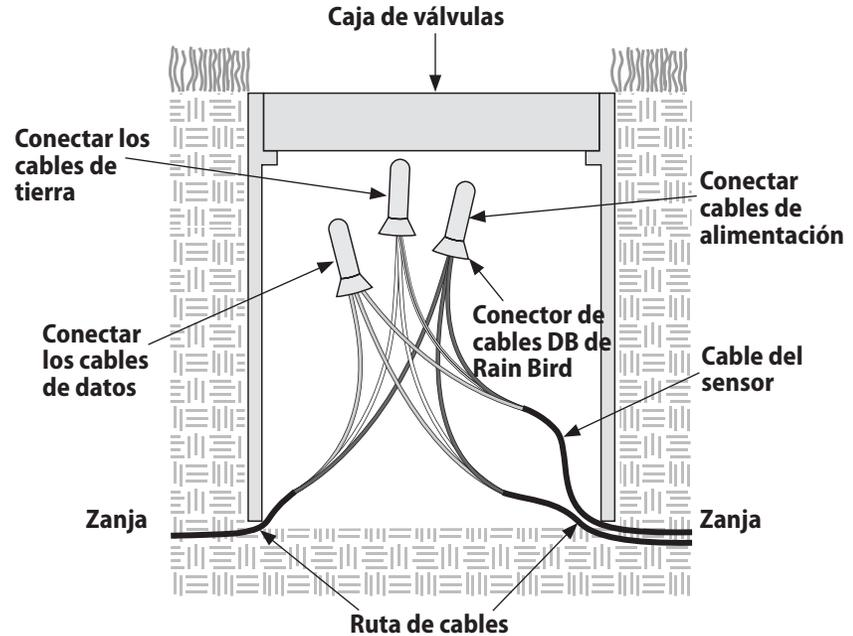

Figura 11 - Diagrama de cableado de la caja de válvulas
- 1 En cada caja de válvulas, localice e identifique la ruta de cables y el cable del sensor, tal y como se muestra en la figura 11.